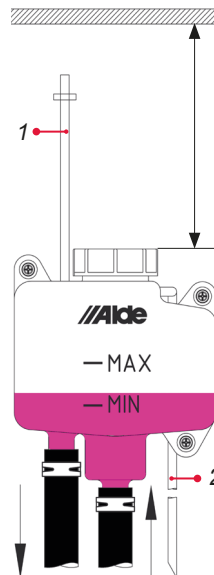

Fig. 14, Korrekt glykolnivå i expansionskärlet i ett kallt värmesystem
Rätt glykolvätskenivå i expansionskärlet är strax över expansionskärlets MIN-markering i ett kallt värmesystem och vid MAX-markeringen i ett varmt system. (Fig. 14).
4. Kontrollera glykolvätskenivån i expansionskärlet. Tillsett glykolblandning om nivån är låg. Rätt glykolvätskenivå i expansionskärlet är strax över expansionskärlets MIN-markering i ett kallt värmesystem och vid MAX-markeringen i ett varmt system. (Fig. 14).